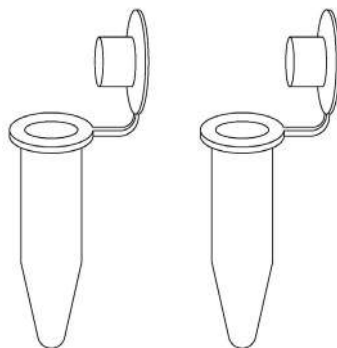

Рис. 16. Пробирка
8. **Пробирка микроцентрифужная Эппендорфа** (рис. 16) используется для отбора и хранения биологического материала.